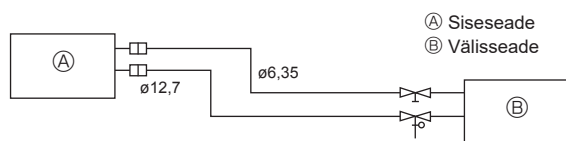

Fig. 5-2
(1) Järgnevas tabelis on toodud kaubanduses saadavate torude andmed. (Fig. 5-2)